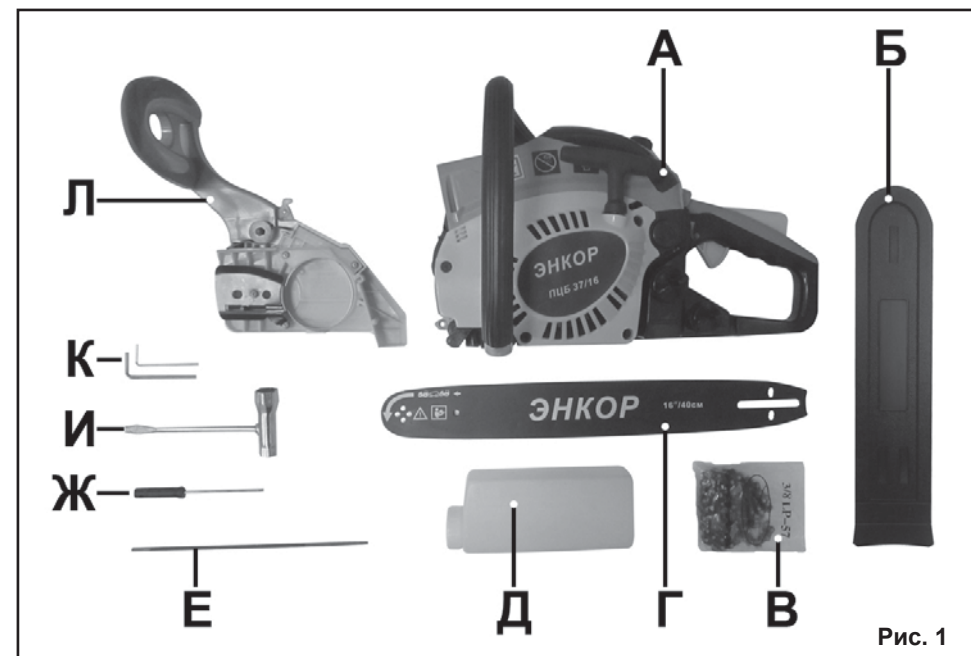

Рис. 1
3.1. Комплектность бензопилы представлена на Рис. 1.